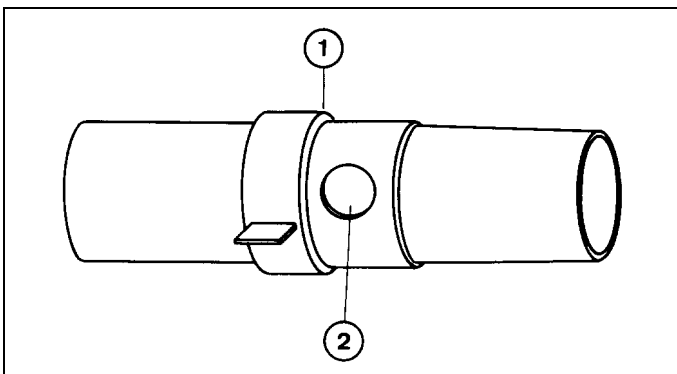

Fig. 1
2.1 Luftstopper (337 52); siehe Fig. 1
2.1 Air stopper (337 52); see Fig. 1